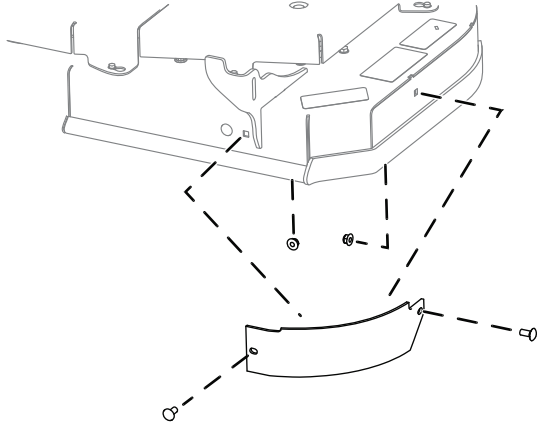

Figura 1
2. Rimuovete i 2 bulloni e i 2 dadi che fissano il deflettore al piatto di taglio e rimuovete il deflettore (Figura 1).